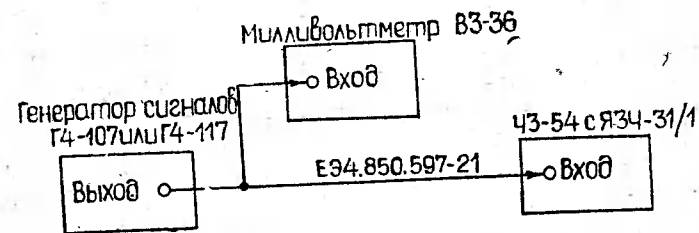

Рис. 3.
12.3.3. Определение диапазона усиливаемых частот и пределов входных напряжений производится с помощью генераторов сигналов Г4-107, Г4-117, милливольтметра ВЗ-36. Схема соединений приборов приведена на рис. 3.